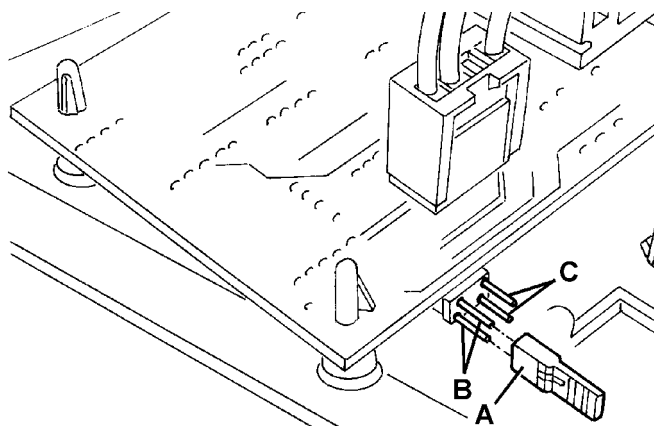

Figure 27
11. Positionner la barrette (A, Fig. 27) sur les connecteurs WET (B) pour batteries au plomb ou sur les connecteurs GEL (C) pour batteries au gel.